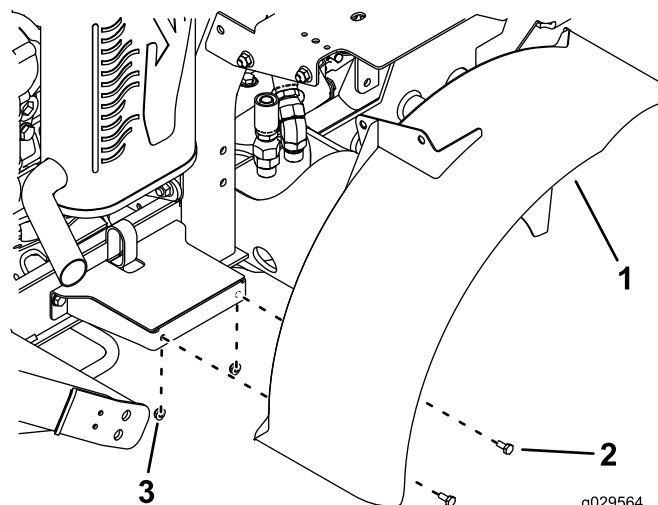

Figura 37
14. Monte, sem apertar, a parte lateral do guarda-lamas direito ao guarda-lamas com dois parafusos (1/4 pol. x 5/8 pol.) e duas porcas de (1/4 pol.), tal como se ilustra na Figura 37.
15. Monte, sem apertar, o suporte (na parte de cima do guarda-lamas) ao suporte do depósito de combustível. Utilize dois parafusos (3/8 pol. x 3/4 pol.) e duas porcas (3/8 pol.), tal como se ilustra na Figura 37.